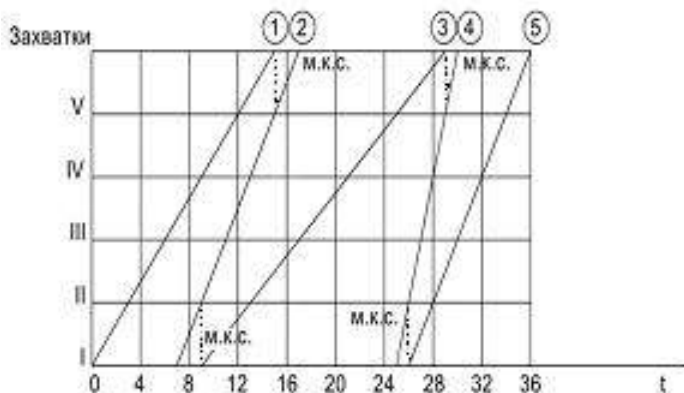

Рис. 1. Циклограмма пяти разноритмичных потоков
5. При $T_3 > T_2$, $T_5 > T_4$ место критического сближения лежит на первой захватке, а при $T_2 < T_1$, $T_4 < T_3$ – на последней (рис. 1).
6. Циклограмма (рис.1).